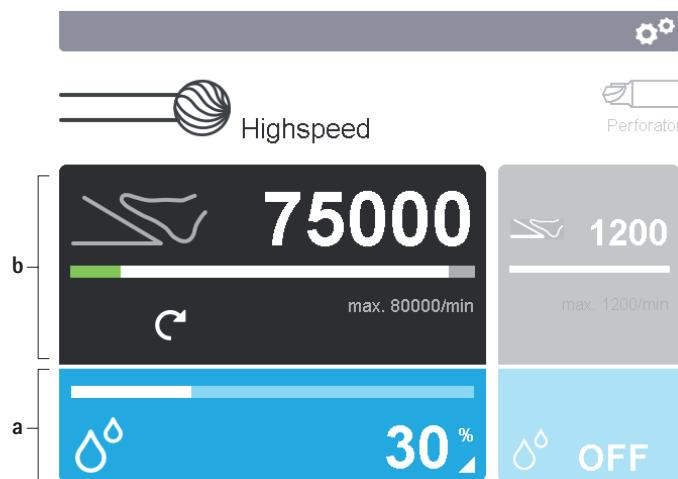

Fig. 5 Attivazione campi di comando
- Modificare i parametri di impostazione del motore/manipolo: Attivare il campo di comando del motore/manipolo b sul display 2, vedere Fig. 5.